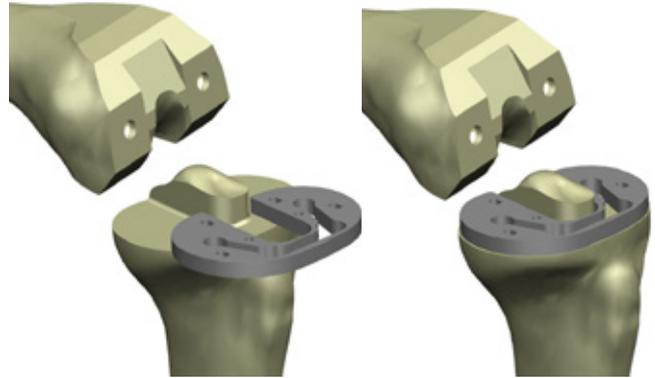

Figura 39
- 2 Usare il calibro per rotula per misurare lo spessore della rotula attraverso anello e guida (Figura 39).